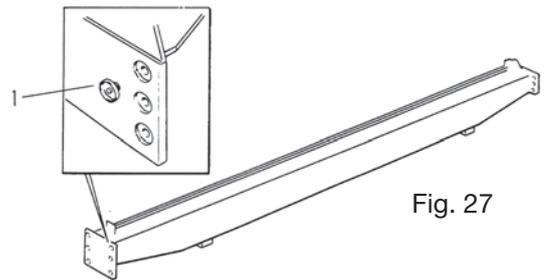

Fig. 27
- Retirez les capuchons en plastique (figures 27 et 28) et nettoyez soigneusement les sièges où se trouvent les coussinets calibrés, en éliminant toute trace de peinture ou de la saleté.